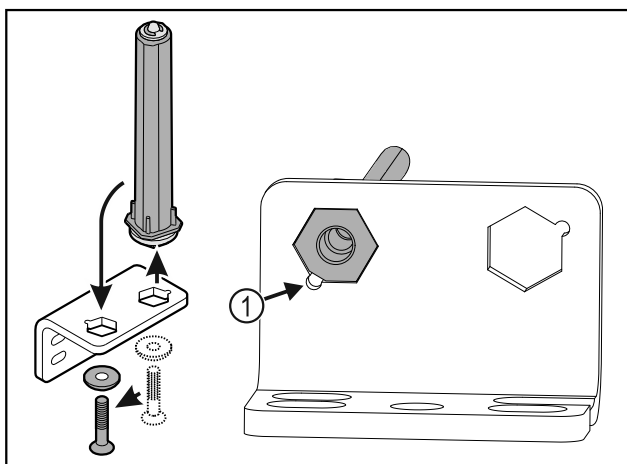

Fig. 40
- Dbajte na to, aby pri nasadzovaní ukazoval úkos čapu Fig. 40 (1) k okrúhlemu otvoru.